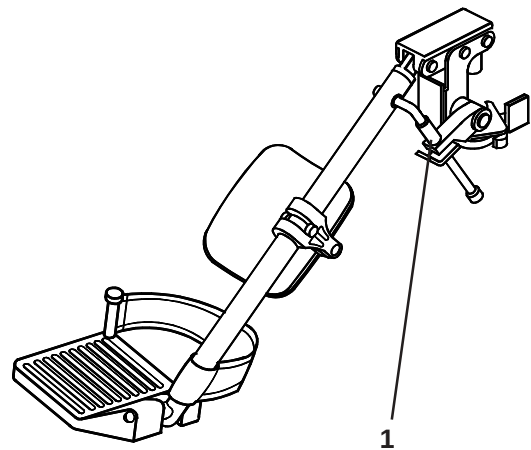

Fig. 21
Volg voor het monteren of verwijderen van comfort beensteunen, de instructies voor de wegzwenkbare beensteunen op de vorige pagina, op. Voor het omhoog brengen van de comfort beensteun, tilt u de beensteun omhoog in de gewenste positie en de comfort beensteun zal automatisch op zijn plaats vergrendelen. Voor het naar beneden verplaatsen van de comfort beensteun, terwijl u in de rolstoel zit, duwt u tegen de ontgrendelhendel (1) en verlaagt u de beensteun in de gewenste positie. De comfort beensteun zal automatisch op zijn plaats vergrendelen (Fig. 21).